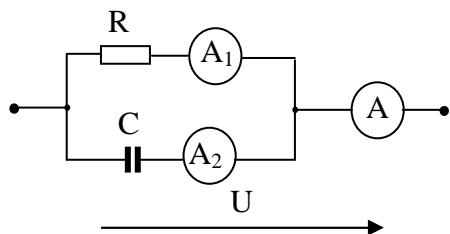

Рис. 2.5.11
2.5.11. В цепь синусоидального тока включены три амперметра (рисунок 2.5.11). Определить показание амперметра A_2 , если амперметры A и A_1 показывают соответственно 10 А и 6 А.